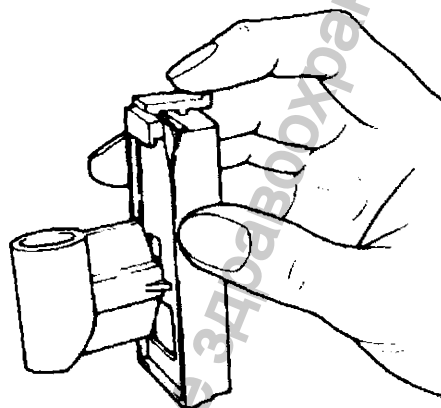

Figure 3-7
3. Нажмите на защелку держателя. Камера для образцов вновь примет свою изогнутую форму, отсоединившись от держателя. Смотри Рисунок 3-7.